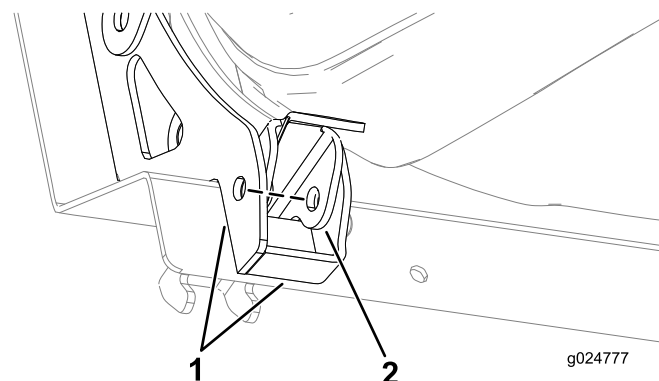

Figure 57
- Alignez les trous du verrou et ceux des goussets du siège (Figure 57).